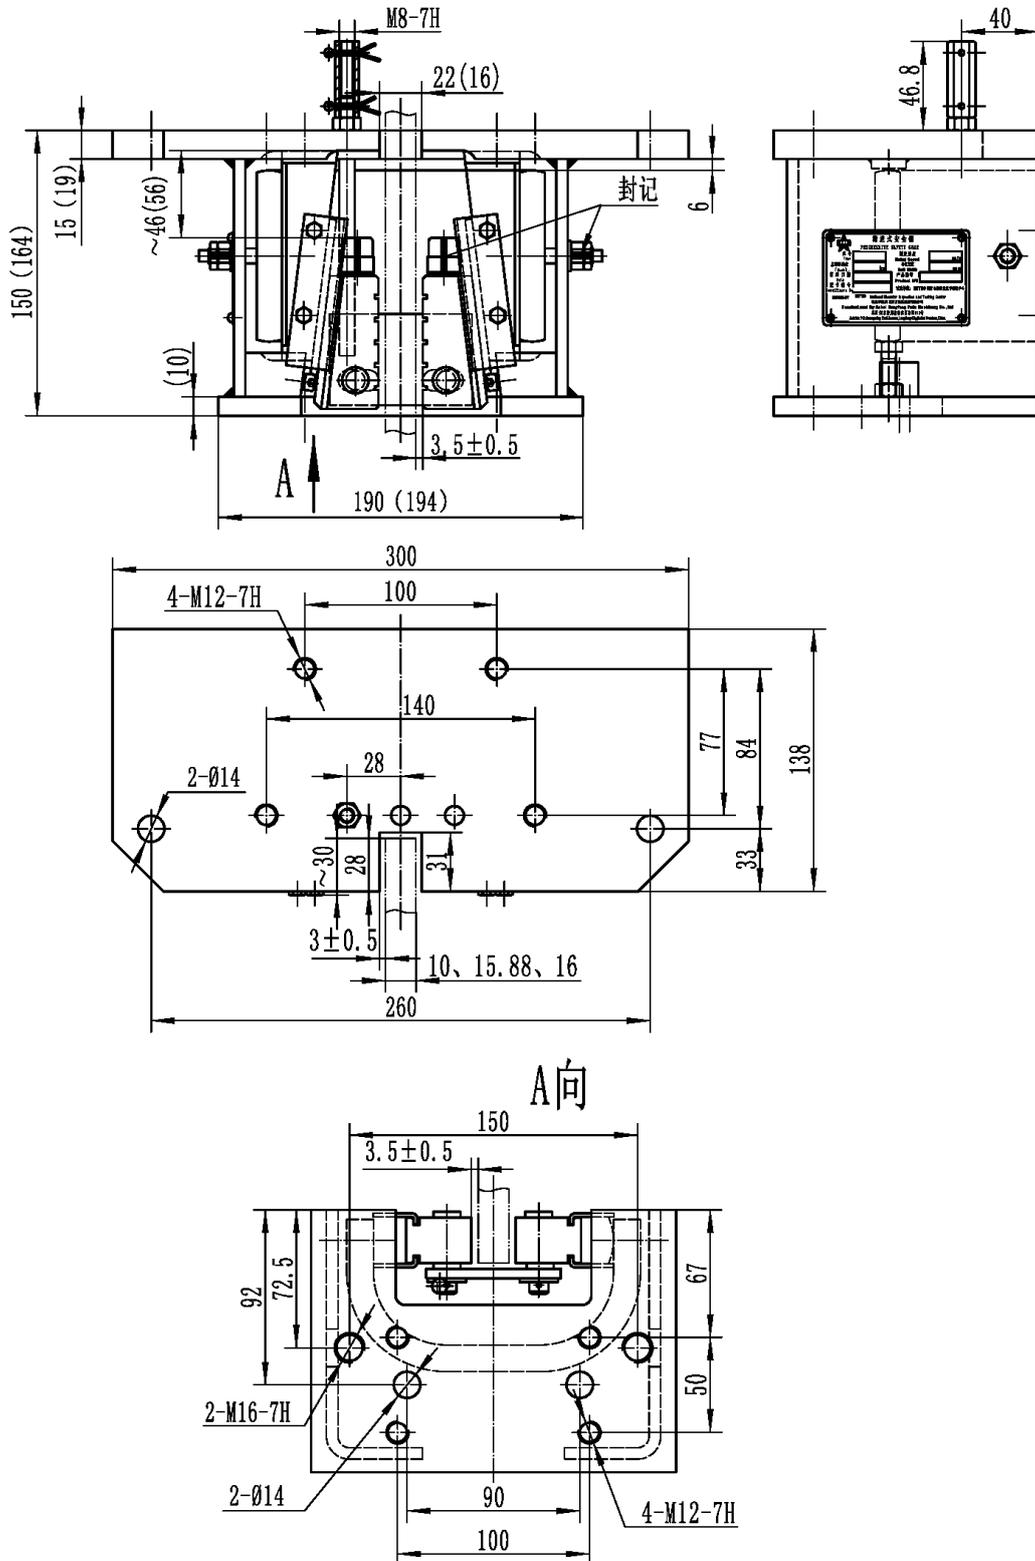

图 1 安全钳安装尺寸示意图（供蒂森克虏伯）
本渐进式安全钳采用双楔块提拉结构（参见图 1 或 2），提拉装置带动活动楔块沿着滑块的斜面向上运动，活动楔块与导轨摩擦力增大，消除导轨与活动楔块的间隙后继续向上运动。当活动楔块与钳体上平面的限位螺钉接触后，活动楔块的运行停止，两楔块夹紧导轨，并靠 U 型弹簧的变形来吸收轿厢的能量，使超速的电梯轿厢制停在导轨上并保持静止状态。
4.1 安全钳的安装结构尺寸见图 1 或 2。